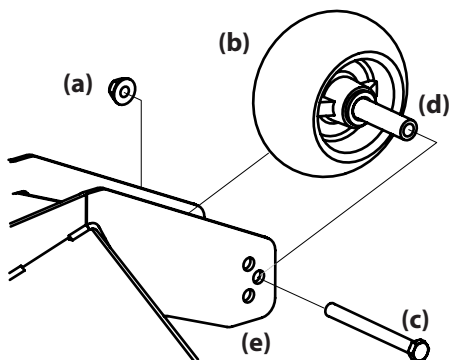

Figura 4-9
- Retire la tuerca de seguridad (a) que fija uno de los tornillos hexagonales (c) de las ruedas de calibración delanteras (b) a la plataforma. Retire la rueda de calibración delantera (b), el tornillo hexagonal (c) y el espaciador (d). Consulte Figura 4-9.